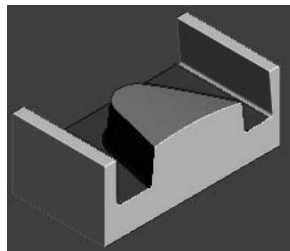

图 5-126 仿真加工结果
2) 在“仿真”工具栏的“当前刀具路径”下拉列表中选择要模拟的刀具路径 finish3，然后单击“执行”按钮，系统开始自动仿真加工，仿真加工结果如图 5-126 所示。